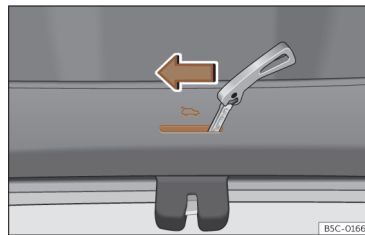
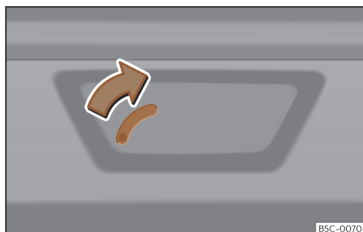

**Fig. 85** Pormenor da bagageira: destrancagem de emergência.
**Fig. 86** Pormenor da bagageira: destrancagem de emergência (Leon Sportstourer).
- Introduza o palhetão da chave na ranhura e desloque a chave no sentido da seta até que a fechadura desbloqueie >>> **Fig. 85**, >>> **Fig. 86**.